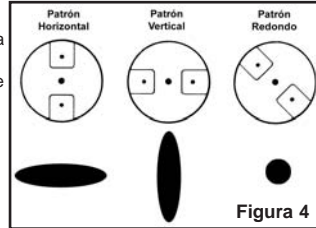

Figura 3
- Comience a rociar. Coloque la pistola a 15-23 cm de la superficie de trabajo y, mientras mueve la pistola de lado a lado, presione el disparador para comenzar a aplicar el material. Para evitar marcas de gotas o chorreaduras, la pistola debe estar siempre en movimiento; antes, durante y después de presionar el disparador (ver Figura 3). Al pintar de izquierda a derecha, siga el patrón vertical y al pintar de arriba hacia abajo, siga el patrón horizontal. Practique con un retazo o un cartón hasta que los resultados de la capa de prueba sean aceptables. Puede realizar lo siguiente:
- Perilla de ajuste del patrón de rociado (F): para un patrón completo gire la perilla en sentido antihorario y para obtener un patrón redondo gire la perilla en sentido horario. Esta perilla se usa para crear el patrón adecuado de pintura a medida que sale de la pistola para pintar.